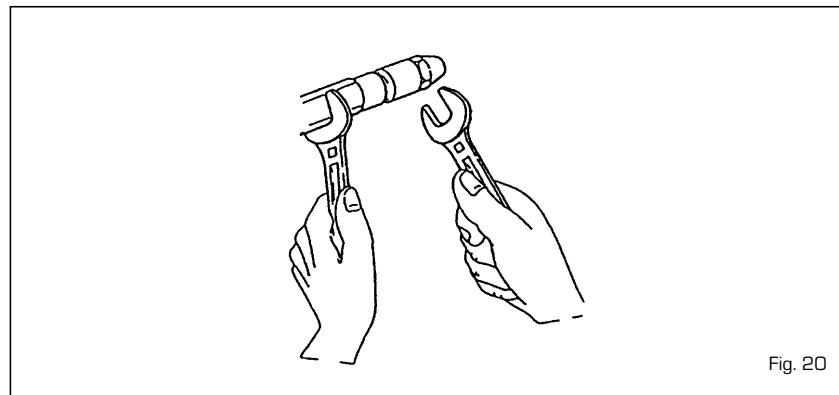

Fig. 20
4.5.3 Sustitución del inyector [fig. 20]
- Bloquear el porta inyectores utilizando una llave n° 19 y destornillar el inyector con una llave n° 16 [fig. 20].